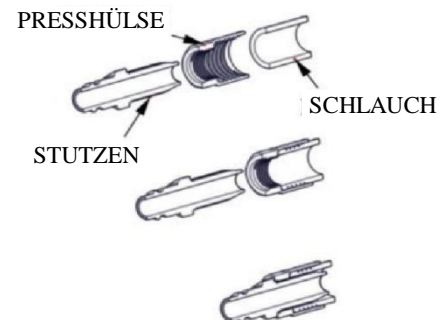

Abbildung 3-1 Austausch des Luftschauchstutzens
a. AUSTAUSCH DES SCHLAUCHSTUTZENS. Ersetzen Sie mit Hilfe von Abbildung 3-1 einen verschlissenen oder anderweitig beschädigten Luftschauchstutzen, indem Sie nach dem folgenden Verfahren vorgehen.